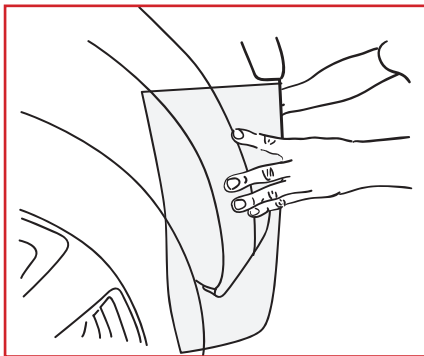

Figure 01
- Mesurer les parties à couvrir. Découper le CARPROTECT en laissant une marge d'au moins 10cm autour de la surface, afin de pouvoir le tenir en tension à la pose et éviter toute trace de doigt. (FIG. 01)